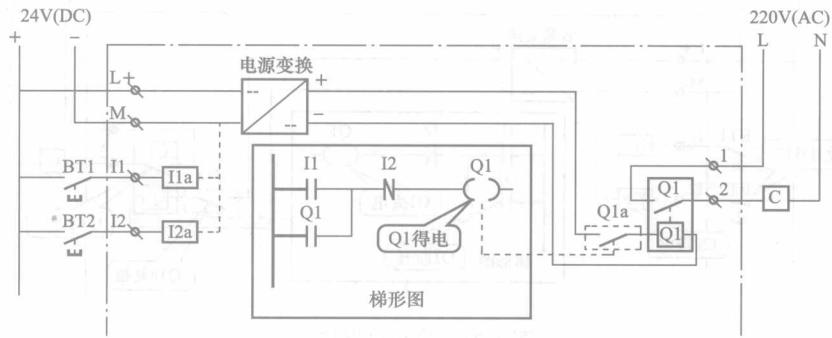

图 1-18 通电后的 LOGO! 进入准运行状态
1) 对 LOGO! 通电后使 LOGO! 进入准运行状态 (见图 1-18)。
(3) 程序时序图。图 1-12 ~ 图 1-18 所示的程序的功能还可以用时序图表示出来，如图 1-23 所示。